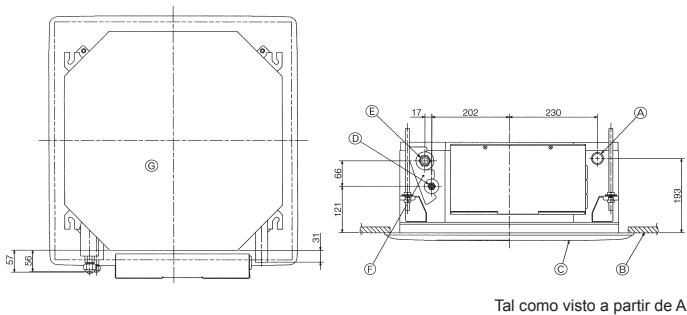
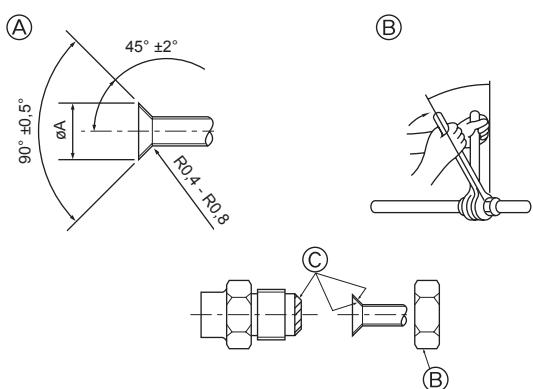

Fig. 3-1
Fig. 3-2
3.1. Locais da tubagem de drenagem da unidade interior e de refrigerante (Fig. 3-1)
- (A) Tubo de drenagem
- (B) Tecto
- (C) Grelha
- (D) Tubo de refrigerante (líquido)
- (E) Tubo de refrigerante (gás)
- (F) Entrada de abastecimento de água
- (G) Unidade principal
3.2. Tubos de ligação (Fig. 3-2)